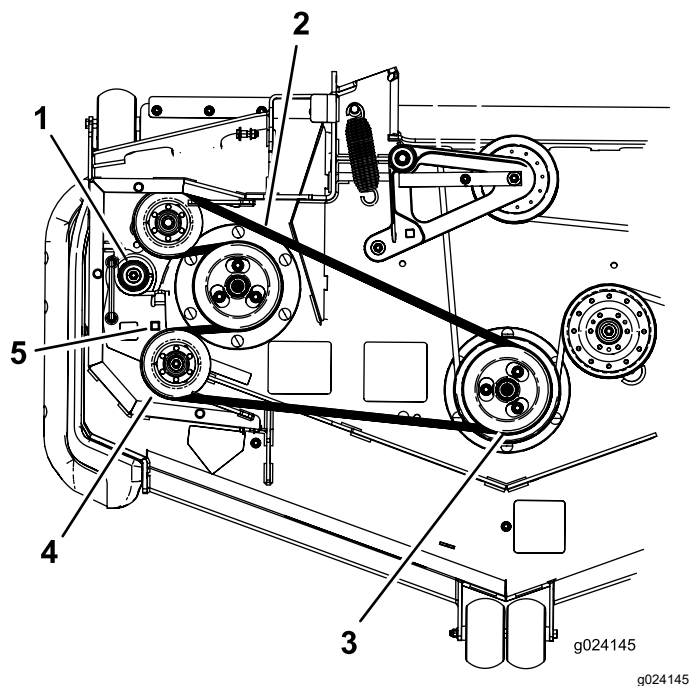

Figure 93
7. Insérez un rochet dans le trou carré du bras de la poulie de tension pour détendre le ressort de la poulie de tension (Figure 93).
8. Enlevez la courroie de la poulie du tablier de coupe (Figure 93).
9. Enlevez la courroie des poulies restantes (Figure 93).
11. Insérez le rochet dans le trou carré, détendez le ressort et guidez la courroie neuve autour de la poulie de tension (Figure 93).